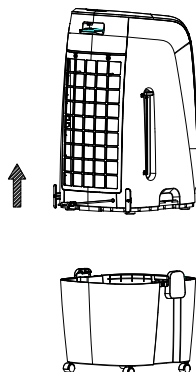

Рис.6
- Ослабьте фиксаторы резервуара для воды и сдвиньте застёжку водяного насоса, чтобы переместить насос в верхнее положение (см. рис. 6), затем снимите верхнюю часть и используйте прибор как обычный вентилятор (см. рис. 7).